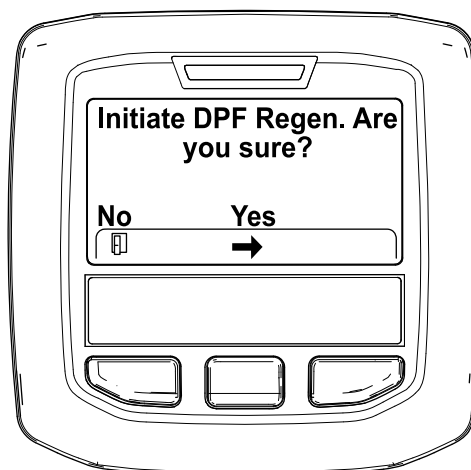

Figura 33
4. Quando viene visualizzato il messaggio "Inizializzare Rigen. FAP?" premete il pulsante centrale (Figura 33).